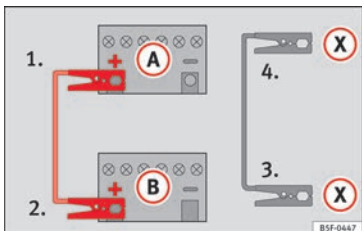

Abb. 60 Anschlusschema für Fahrzeuge mit Start-Stopp-System.
- Bei Fahrzeugen mit Start-Stopp-System: ein Ende des schwarzen Starthilfekabels (X) an einen geeigneten Masseanschluss, ein massives, fest mit dem Motorblock verschraubtes Metallteil oder an den Motorblock selbst anklemmen » » Abb. 60.
5. Klemmen Sie das andere Ende des schwarzen Starthilfekabels (X) im Fahrzeug mit der entladenen Batterie an ein mit dem Motorblock verschraubtes, massives Metallteil oder an den Motorblock selbst, aber so weit wie möglich von der Batterie (A) entfernt an.